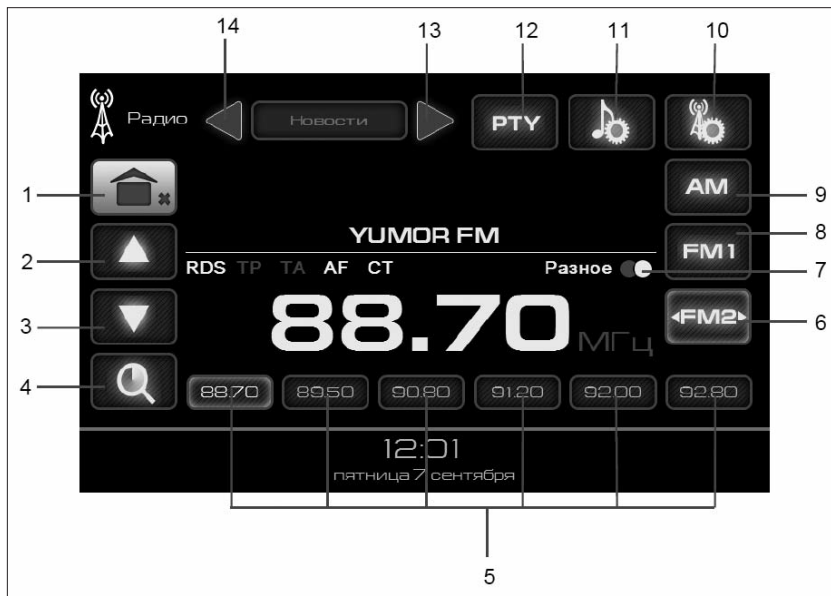

Рис. 3. Окно режима «Радио»
Кнопки **AM**, **FM1**, **FM2-FM4** (рис. 3) позволяют выбрать необходимый диапазон работы:
Длительное удерживание кнопки **1** (рис. 3) приводит к выходу в главное меню с выключением звука радиоприемника. Короткое нажатие кнопки **1** (рис. 3) позволяет перейти в главное меню, не выключая **Радио**.
Для включения автоматической настройки (автопоиска) вверх (вниз) по частоте нажмите кнопку **▲** (2) или **▼** (3) (рис. 3) и удерживайте ее более 2-х секунд. После настройки на радиостанцию автопоиск прекратится.
Последовательным коротким нажатием кнопок **▲** (2) или **▼** (3) (рис. 3) установите требуемую частоту настройки.
Для включения автоматического сканирования и сохранения радиостанций нажмите и удерживайте в течение 2-х секунд кнопку **4** (рис. 3), после этого радиоприемник автоматически настроится на частоты восемнадцати станций и запомнит их. После сохранения радиостанций радиоприемник автоматически переключится в режим прослушивания первой сохраненной радиостанции.
в течение 2-х секунд одну из кнопок **5** (рис. 3). Переключение на сохраненную радиостанцию осуществляется коротким нажатием на одну из кнопок **5** (рис. 3).
При стереофоническом приеме на дисплее высвечивается символ **OO** кнопки **7** (рис. 3). Нажав кнопку **7** (рис. 3), можно принудительно переключить радиоприемник в **монорежим**.
Для выбора типа программ при приеме **RDS**-станций нажмите кнопку **PTY** (рис. 3). (После нажатия должна включиться подсветка кнопки **PTY**)*. Кнопки **◀ (13)** и **▶ (14)** (рис. 3) позволяют выбрать тип программы, которая будет использоваться в режиме автоматического поиска радиостанции.
Для автоматического поиска радиостанции, передающей выбранный тип программы, нажмите и удерживайте в течение 2-х секунд кнопки ▲ (2) или ▼ (3) на рис. 3.
Для выключения автоматического поиска по типу станции нажмите кнопку **PTY** (рис. 3).